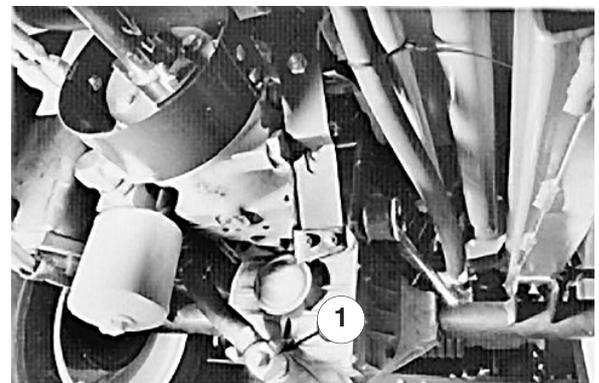
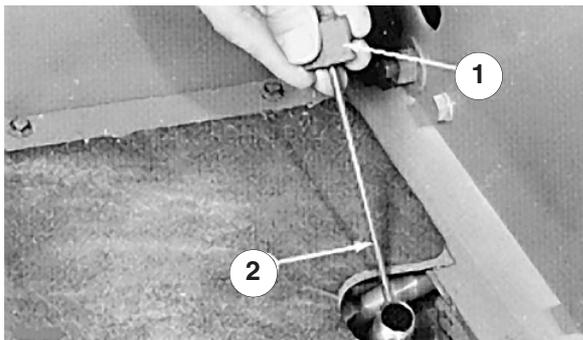

Bild 50
Bild 51
4. Nehmen Sie die Verschlusschraube an dem Teil zwischen Achsgehäuse und Ölfilter ab und lassen Sie das Öl in ein Auffanggefäß ablaufen (Bild 50).
6. Bringen Sie die Verschlusschraube an dem Teil zwischen Achsgehäuse und Ölfilter an (Bild 50).
7. Nehmen Sie den Peilstab aus dem Achseinfüllstutzen (Bild 51) und füllen Sie die Achse bis zum angegebenen Stand mit Öl des Typs und der Viskosität, die für die zu erwartenden Umgebungstemperaturen empfohlen werden (siehe obige Tabelle).
9. Lassen Sie die Maschine dann weitere zwei Minuten stehen und ziehen Sie dann den Peilstab heraus, um den Achsölstand zu überprüfen (Bild 51). Wenn zu wenig Öl darin ist, gießen Sie Öl nach, bis der Ölstand die Marke am Peilstab erreicht (Bild 51). Wenn zu viel Öl darin ist, entfernen Sie die Verschlusschraube (Bild 50) und lassen Öl ab, bis der Ölstand die Marke am Peilstab erreicht.